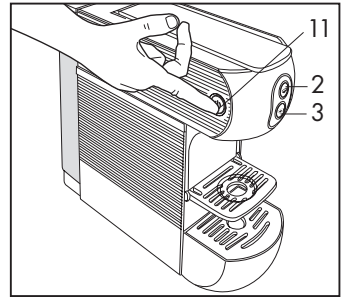

Abb. 4
- Schalten Sie das Gerät über den Hauptschalter (11) ein. Wenn das Gerät eingeschaltet ist, leuchtet der Hauptschalter auf. **(Abb. 4)** Die Abgabetaste (2) blinkt daraufhin intermittierend, bis das Gerät die Temperatur erreicht hat. Danach leuchtet sie fest und das Gerät ist betriebsbereit.